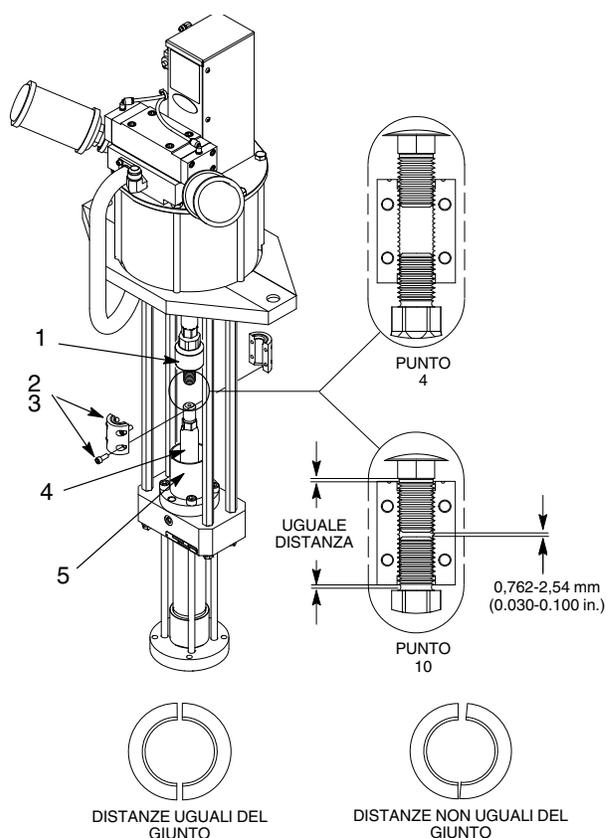

Figura 4 Montaggio delle metà del giunto
SPENTO	<p>NOTA: Le metà del giunto vanno usate in coppia. Ogni metà riporta lo stesso numero di serie.</p> <ol style="list-style-type: none"> 3. Vedi figura 4. Assicurarsi che l'estremità scanalata di ciascuna metà guardi verso l'alto. Posizionare le due metà (2) sopra l'albero del giunto (1) e l'asta dello stantuffo (4), come illustrato. 4. Assicurarsi che tre filetti dell'albero del giunto e l'asta dello stantuffo siano innestati nel giunto. Fissare l'accoppiamento delle due metà con le viti del giunto (3). 5. Accertarsi che la valvola di spurgo sul corpo pompa sia aperta e non intasata.